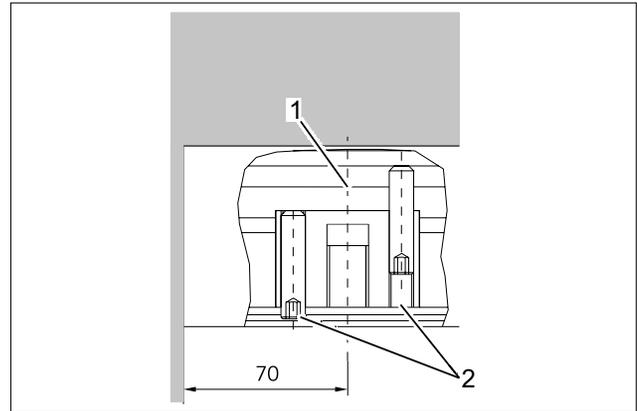

Abb. 19 Oberes Drehlager positionieren
3. Oberes Drehlager (Abb. 19/1) achsmittig in der Laufschiene auf einen Wandabstand von 70 mm (65 mm Drehpunkt + 5 mm Wand/Flügel-Luft) positionieren (Abb. 19).
4. Gewindestifte (Abb. 19/2) im oberen Drehlager festziehen.